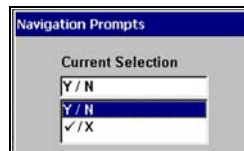

Abbildung 5-25 Dialogfeld Navigationsaufforderungen (Beispiel)
2. Das Dialogfeld Navigationsaufforderungen wird angezeigt (Abbildung 5-25).